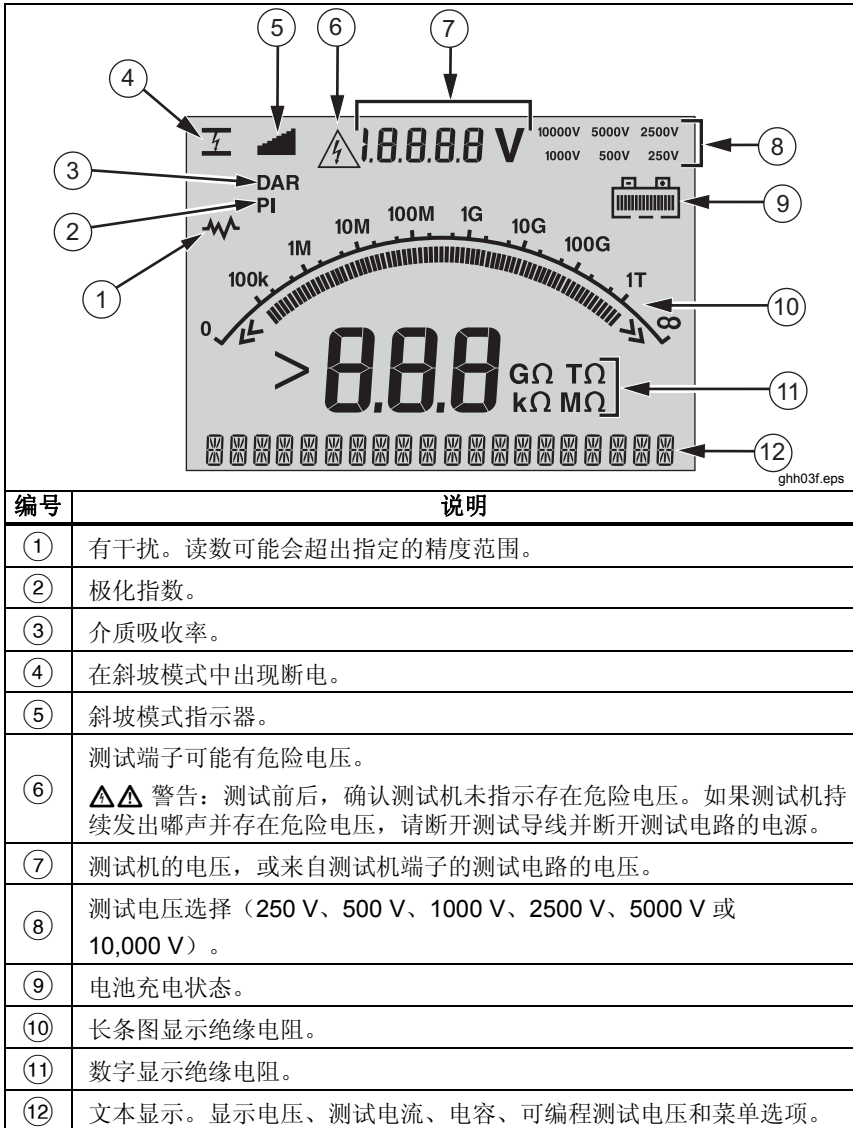

图 4. 显示功能
显示屏指示器所图 4 中所示。
- 测试前后，确认测试机未指示存在危险电压，请见图 4。如果测试机持续蜂鸣并且显示屏上显示危险电压，请断开被测电路的电源及测试导线。